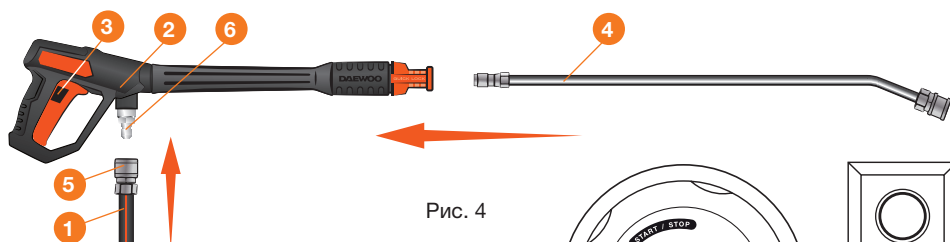

Рис. 4
- Потяните назад металлическое кольцо **5** на коннекторе шланга **1** (Рис. 4).
- Снимите предохранитель **3** на пистолете **2** и нажмите на курок чтобы выпустить воздух и проверить стабильность потока воды. После того как воздух выйдет из пистолета и поток нормализуется, отпустите курок (Рис. 4).